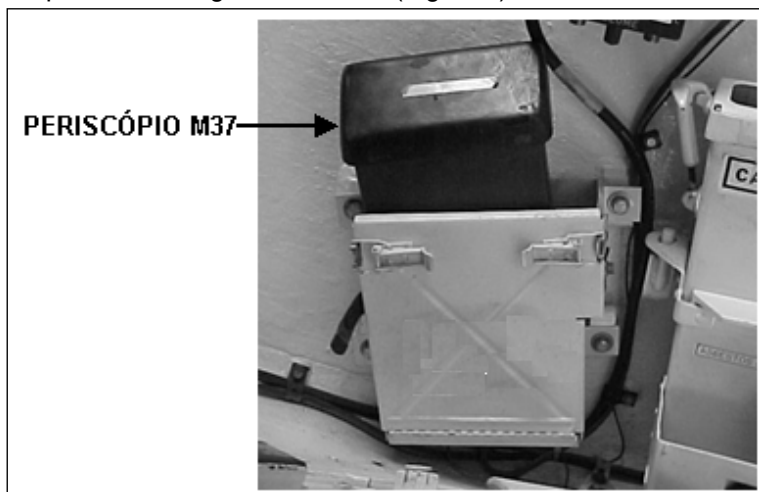

Fig 7-22. Periscópio M37 desinstalado
e. Periscópio M37 (Aux At) - O periscópio M37 permite ao Aux At observar na direção geral do tiro do Can e, com o uso da plataforma giratória, observar o setor à esquerda e à retaguarda da torre.(Fig 7-22)